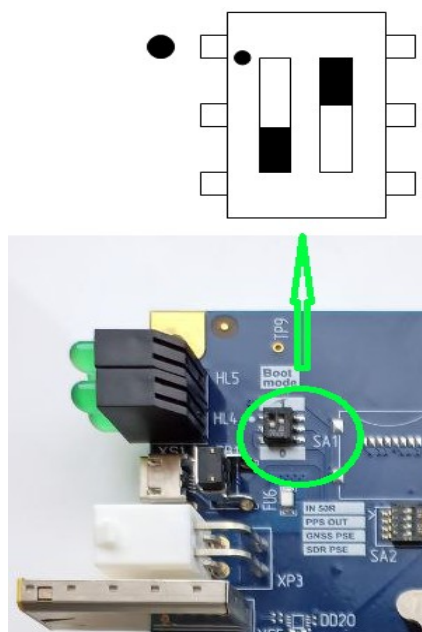

Рисунок 5
2.3.1. Переключить джампер «SA1» блока в положение загрузки с внутренней карты памяти EMMC согласно рис. 5.